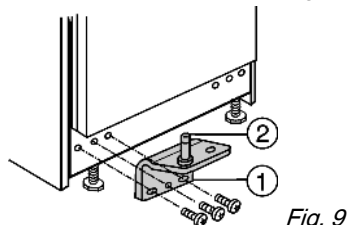

Fig. 9
► Inserire i perni della cerniera Fig. 9 (2) nel blocco di supporto Fig. 9 (1) con le rondelle nel supporto della porta in basso.
► Avvitare fermamente il blocco di supporto Fig. 9 (1) a 4 Nm.